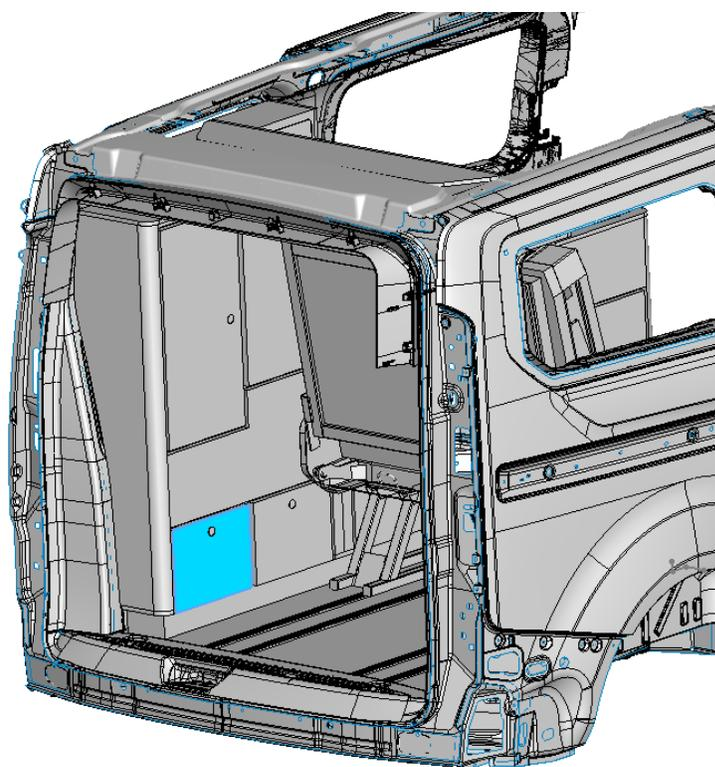

Fig. 11
- Les fusibles et les relais de la version Pacific sont situés dans la partie inférieure arrière de la carrosserie sous le couvercle éclairé en bleu (**Fig. 11**).